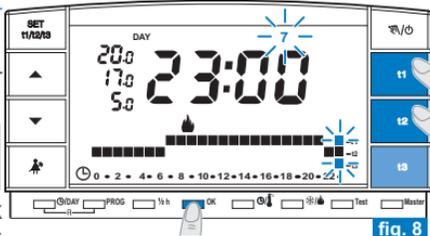

fig. 8
- Après l'insertion de l'échelle thermique pour le **Dimanche (7)**, appuyer sur **OK** (exemple sur la fig. 8) pour enregistrer et revenir sur l'affichage du Lundi (1) puis **appuyer de nouveau sur la touche OK pendant 4 secondes** (ex. sur la fig. 9) ; cette opération **permettra d'enregistrer le programme hebdomadaire complet**